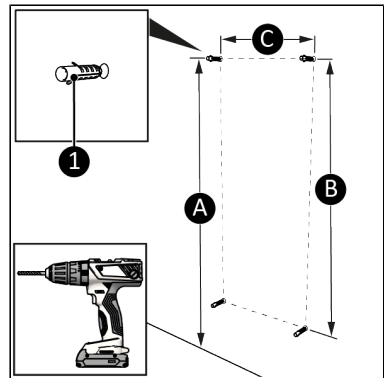

Abbildung 8.
4. Bohren Sie oben zwei Löcher für die Dübel mit einem horizontalen Abstand von 392 mm zwischen den Löchern (Abbildung 8, Pos. C). Verwenden Sie die Abstände aus der folgenden Liste, um sicherzustellen, dass der Abstand zum Boden unter dem Gerät (Abbildung 8, Pos. A) mindestens 60 cm beträgt.
5. Bohren Sie zwei untere Löcher für die Wanddübel mit einem horizontalen Abstand von 392 mm zwischen den Löchern (Abbildung 8, Pos. C). Der vertikale Abstand zwischen den unteren und oberen Löchern beträgt circa (Abbildung 8, Pos. B):